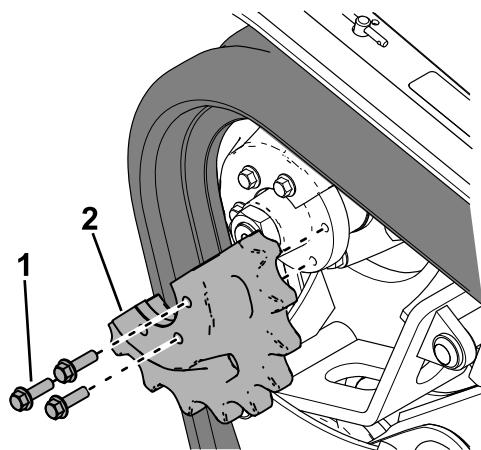

Figura 28
9. Rimuovete i 3 bulloni che fissano la metà della ruota conduttrice che non è innestata nel cingolo (Figura 28).
6. Applicate un composto frenatile sui bulloni della metà della ruota conduttrice che avete rimosso e montate la metà della ruota conduttrice (Figura 28). Serrate i bulloni a un valore compreso tra 95 e 115 N·m.